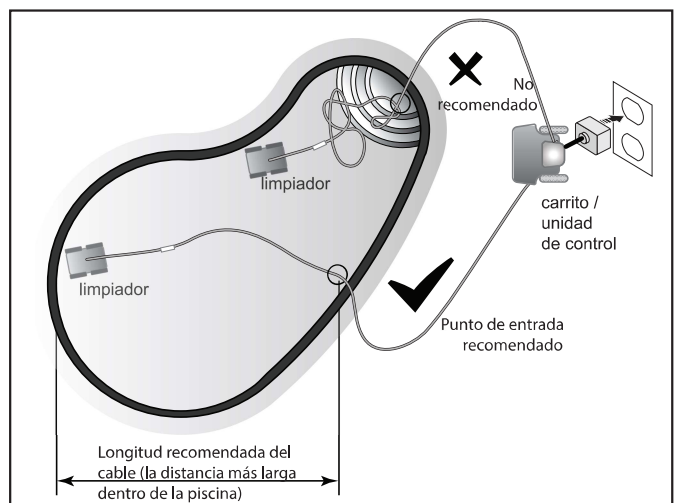

Figura 17. Para lograr un patrón óptimo
**NOTA:** Para lograr un patrón óptimo y reducir los enredos, el cable flotante debe entrar al agua aproximadamente a la mitad de la longitud de la piscina. Solo coloque suficiente cable en el agua para que llegue al punto más alejado de la piscina (consulte la Figura 17).